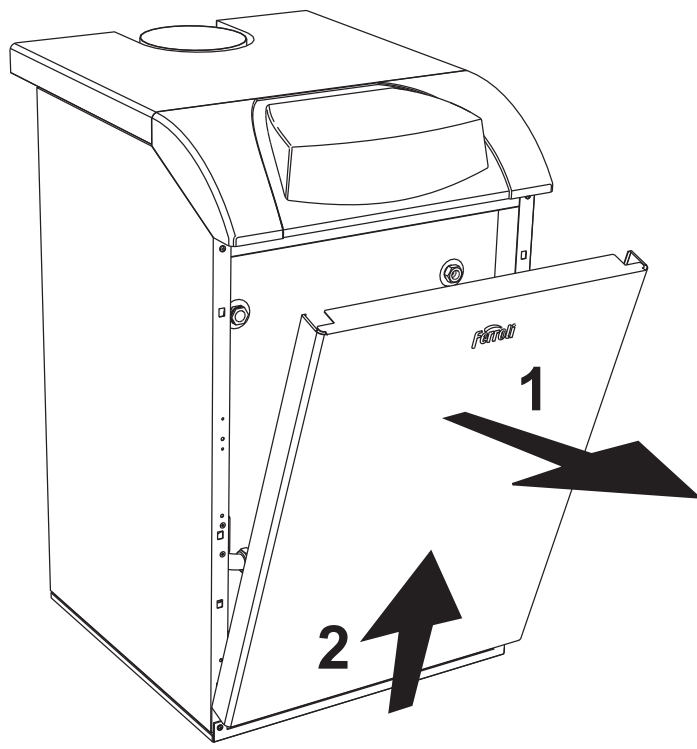

fig. 7 - Apertura del panel frontal
Para abrir el panel frontal de la caldera, vea la secuencia indicada en la fig. 7.
- Quite el panel frontal de la caldera (fig. 7).